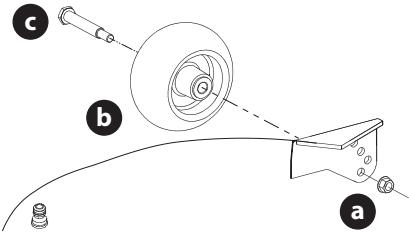

Figura 12
- Extraiga la tuerca e seguridad (a) rueda de calibración (b) y el tornillo con reborde (c) de la plataforma (Figura 12).
- Inserte el tornillo con reborde en uno de los cuatro orificios de posicionamiento, en el del soporte de rueda de calibración delantera. Deje 1/4-1/2 pulgada (6.35-12.7 mm) de separación entre el suelo y la rueda de calibración (Figura 12).